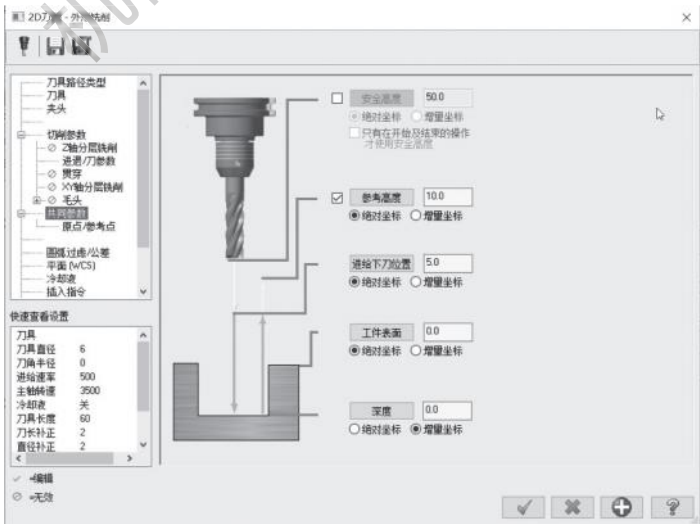

图 7-38 设置加工深度
2) 在刚生成的第 10 步：外形铣削（2D 倒角）刀路的目录下单击【参数】选项。系统弹出【2D 刀路 - 外形铣削】对话框，单击【共同参数】选项，设置【参考高度】为 10.0mm，【进给下刀位置】为 5.0mm，【工件表面】为 0.0mm，【深度】为 0.0mm，并勾选【深度】为【增量坐标】选项，如图 7-38 所示。